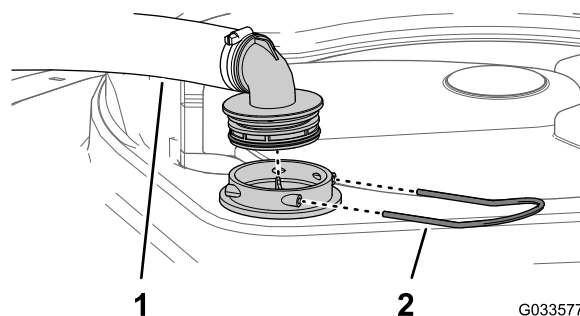

図 94
2. タンク上部で、フィルタハウジングからの太いホースについているフィッティングを固定しているリテーナを外す **図 94**。
3. フィルタハウジングからホースとフィッティングを取り外す **図 94**。